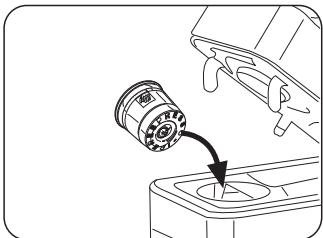

Abb. 8
- Klappen Sie den Hebel (1) langsam nach hinten (bis zum Anschlag) (**Abb. 7**) und setzen Sie eine Kapsel in die vorgesehene Öffnung ein (**Abb. 8**)